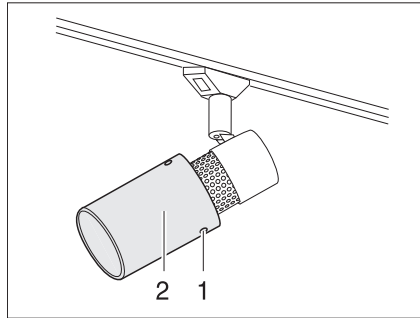

Fig. 256 Spot halogène (coulissant)
- Dévisser les vis de fixation (Fig. 256,1).
- Retirer prudemment la protection en forme de calice de la lampe (Fig. 256,2) du support.